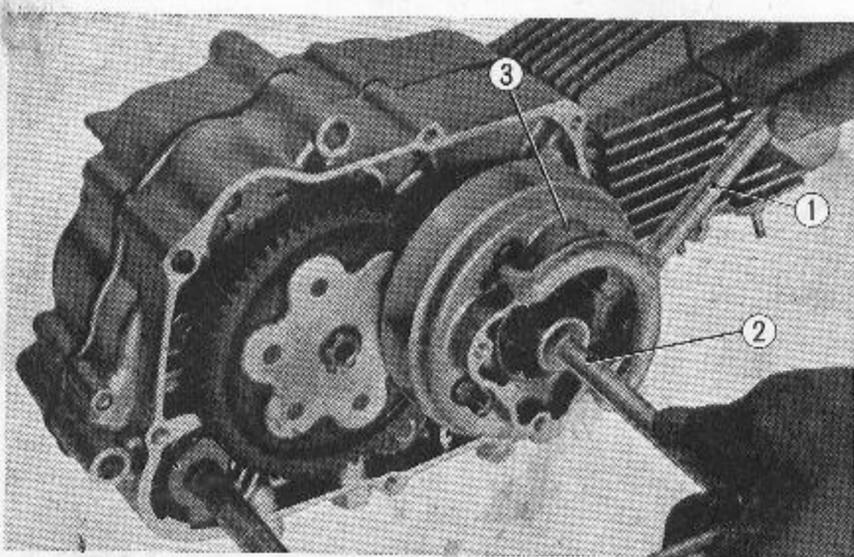

Abb. 3. 58 Kupplung ausbauen
(4) Antriebsritzel (Abb. 3. 57)